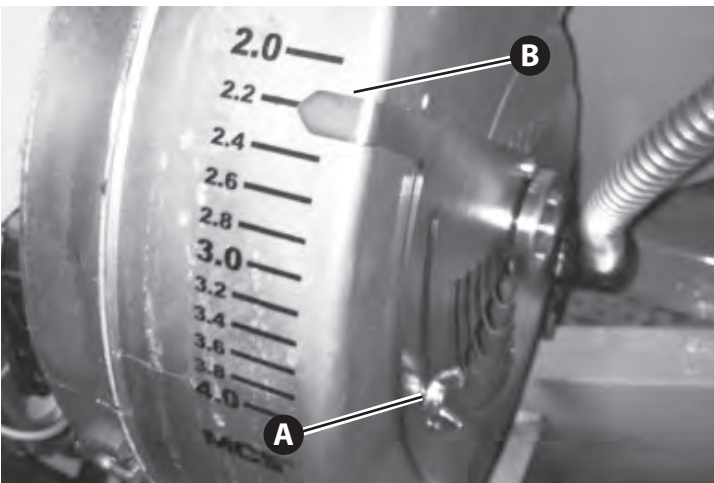

Figura 4.8
6. El amortiguador se encuentra debajo de la caja de alimentación. Suelte la tuerca de mariposa (A, Figura 4.8) y mueva el puntero (B) hasta el ajuste del número que se muestra en la pantalla para ajustar el amortiguador. Apriete la tuerca de mariposa.